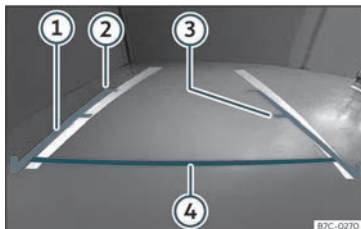

Fig. 193 Pantalla do sistema de Infotainment: liñas de orientación.
- A carga do vehículo modifica a representación das liñas de orientación»» fig. 193. O ancho que representan estas, diminúe co nivel de carga. Preste atención ao contorno cando están cargados o interior ou o maleteiro.
» **fig. 193**